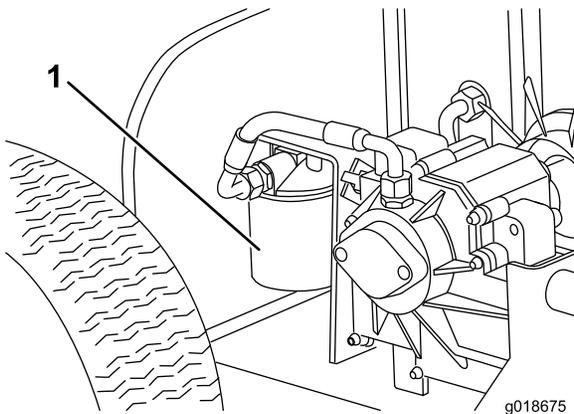

Figura 20
4. Limpie la zona de montaje del filtro (Figura 20). Coloque un recipiente debajo del filtro y retire el filtro.